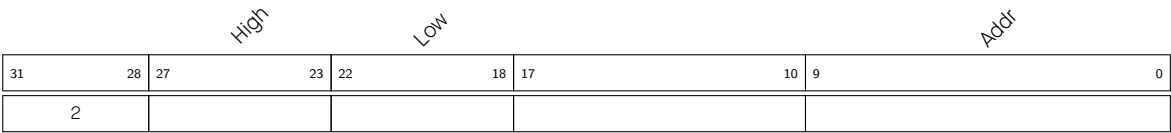

图 2.5-19. 指令类型 - REG_RD
- Operand** **描述** - 见图 2.5-19